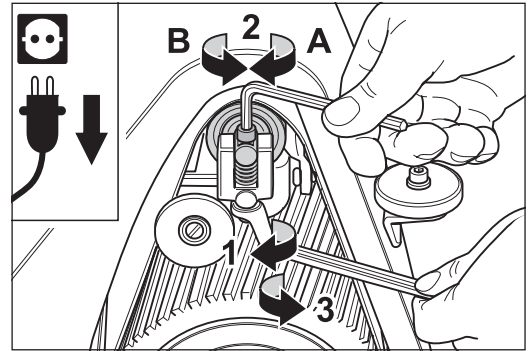

Abb. 42 Den Bandlauf an der Einstellschraube des Aggregats einstellen (siehe Haupttext).
- 6** Ist eine Einstellung der Spannwalze notwendig, muss zuerst die Kontermutter am Aggregatoberteil gelöst werden (Abb. 42, 1). Danach kann die Spannwalze mit der Schraube eingestellt werden (Abb. 42, 2):
- 7** Wird bei einer nochmaligen Überprüfung ein korrekter Schleifbandlauf festgestellt, ziehen Sie die Kontermutter wieder fest (Abb. 42, 3).